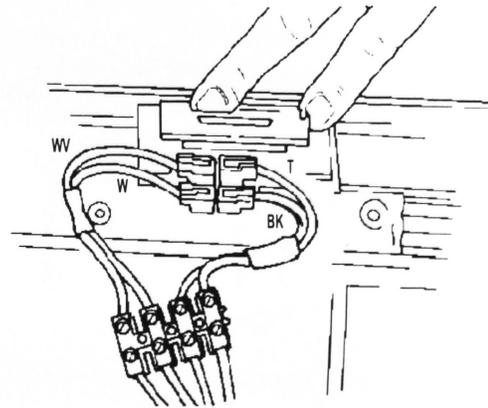

Figure 12
12. Bien aligner la serrure dans la console, comme il est illustré à la Figure 12. (Noter l'alignement des fils de couleur.)
13. Brancher les fils noir et ocre du connecteur sur un contacteur, puis brancher les fils blanc et blanc/violet sur l'autre contacteur, comme il est illustré à la Figure 12.